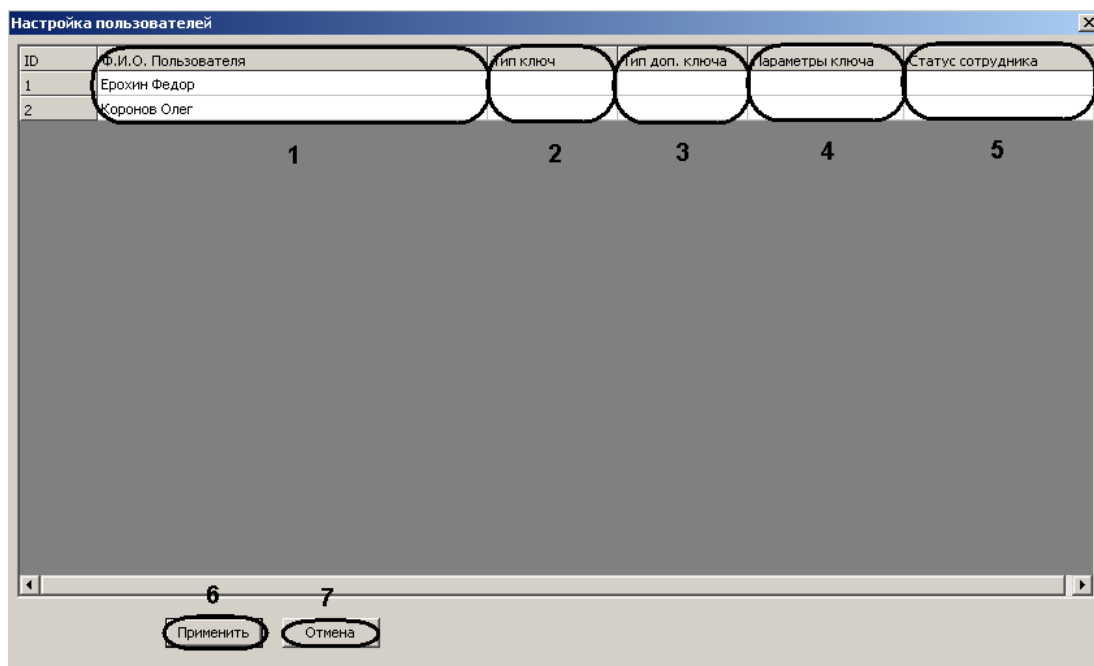

Рис. 3.3—22 Настройка пользователей
*Примечание.* В столбце таблицы **Ф.И.О. Пользователя** указаны пользователи, созданные в ПК *Интеллект* (см. Рис. 3.3—22, 1).
3. Для каждого пользователя выбрать тип ключа в соответствующем столбце (см. Рис. 3.3—22, 2).